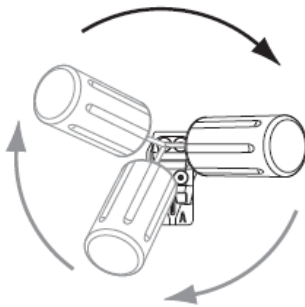

Abbildung 1. Schraubendreher um 20° bis 30° aus der senkrechten Position neigen.
- A. Schraubendreher aus senkrechter Position um 20° - 30° aus der vertikalen Mittelachse der Schraube biegen (Abbildung 1).